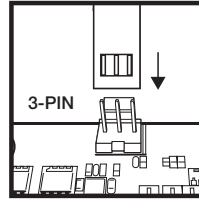

图 2
- > 将泵上带扣的线缆连接至主板上的 CPU_FAN 接头 (图 2)。